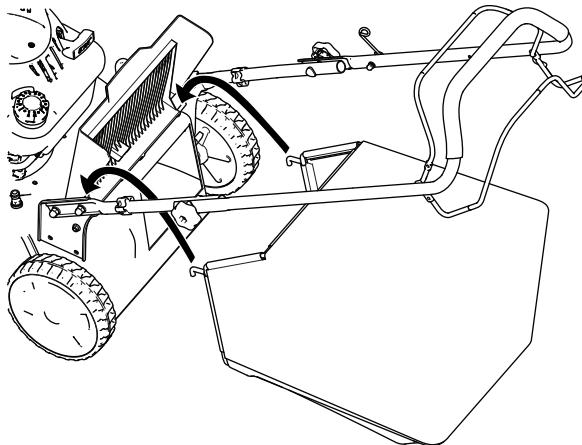

Figura 17
2. Levante e segure a porta traseira (Figura 17).
3. Coloque o saco da relva. Garanta que os pinos no saco encaixam nos entalhes no manípulo (Figura 17).
1. Levante e segure a porta traseira (Figura 17).